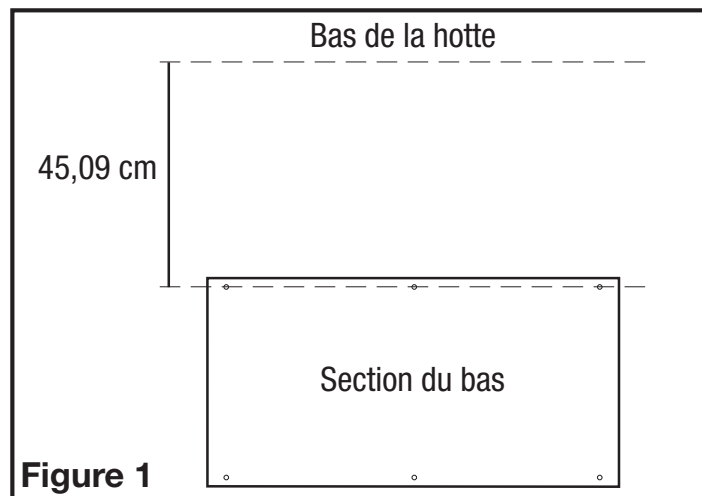

Figure 1
2. Determine where the bottom of the hood will be located and mark a level line 17 3/4" below it. Hold the bottom section of the back splash (flat section) up to the line you just marked. Make sure the section is centered side to side and mark the location of the holes on the line (**Figure 1**).
2. Déterminer où le bas de la hotte sera situé et marquer une ligne de niveau à 45,1 cm au-dessous. Tenir la section du bas du dosseret (section plate) à la hauteur de la ligne que vous venez de tracer. Assurez-vous que la section est centrée d'un bord à l'autre et marquer l'emplacement des trous sur la ligne (**Figure 1**).